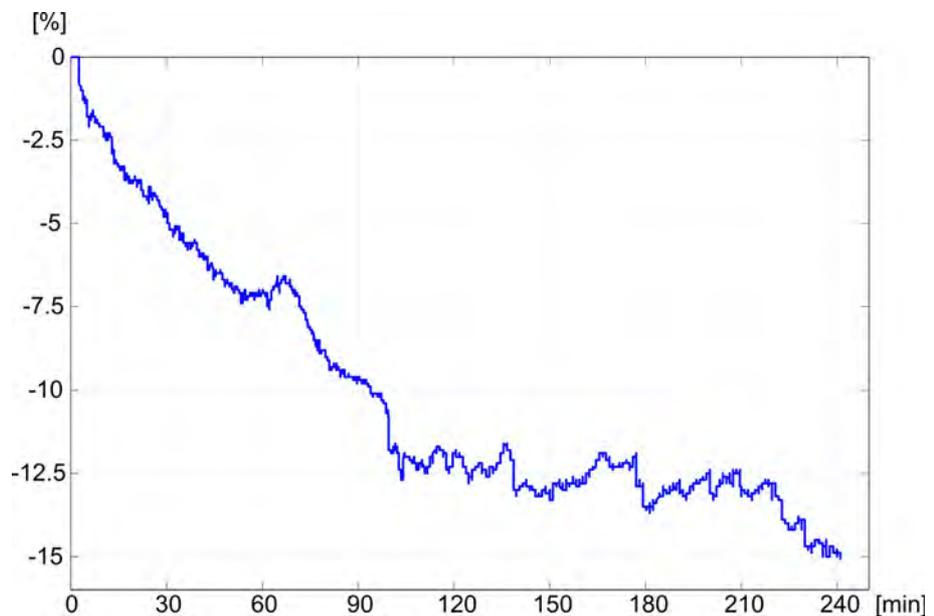

Abb. 11-19 Trend des relativen Blutvolumens (in %) während der Therapie (Zeit in Minuten)
Der (optionale) Hämatokritsensor (siehe Abschnitt 11.4 Hämatokritsensor (HCT-Sensor) (283)) liefert Werte zum relativen Blutvolumen (Delta-Blutvolumen in %) in Zeitabständen von 10 Sekunden. bioLogic Fusion verwendet diese Werte, um die Neigung des RBV-Trends (Abb. 11-19) für die letzten 10 Minuten zu berechnen und so die Entwicklung der RBV-Abnahme zu überwachen.